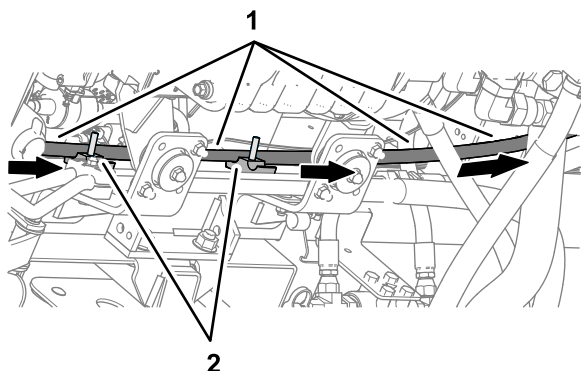

Figure 127
1. Faites passer le flexible de la pompe hydraulique de 10 x 2921 mm ($\frac{3}{8}$ x 115 po – orifice PT du distributeur de direction EHI) muni du raccord à 45° dans la rainure supérieure du demi-collier de tube, en haut (Figure 127).